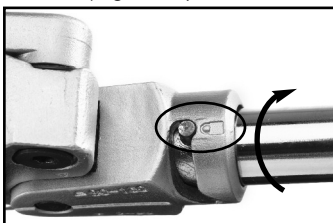

Figura 14 – TRAVADO
3. Gire o braço do carro de tal modo que o pino se mova na direção da posição  de "travado". Certifique-se de que o braço esteja preso no carro. (Figura 14).